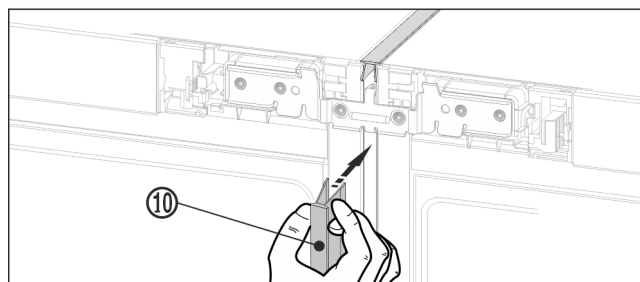

Fig. 21
- ▶ Na prednej strane zatlačte do vertikálnej medzery dlhú kryciu lištu Fig. 21 (10). Dbajte na to, aby lišta spočívala na spojovacom plechu.